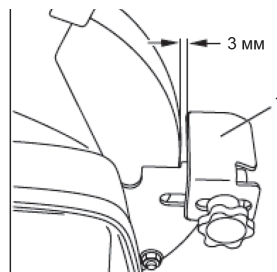

Рис. 3
5.Установите на станок упоры 1 (рис. 3) и отрегулируйте зазор между краем упора и шлифовальным кругом. Он должен быть не менее 3 мм (рис. 3)